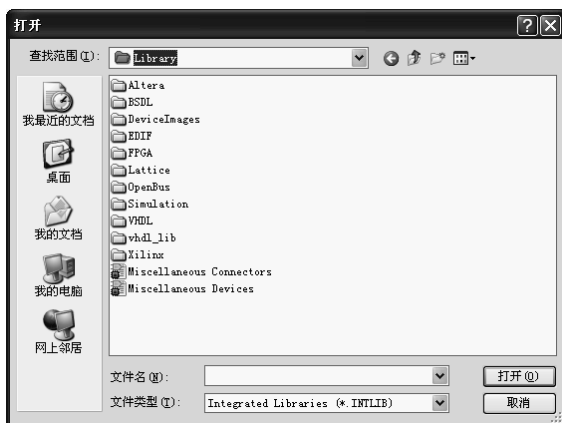

图 2-2-9 打开对话框
② 单击【Install】按钮右侧的下拉菜单按钮, 在下拉菜单中选择 Install from file..., 系统弹出打开对话框, 如图 2-2-9 所示。